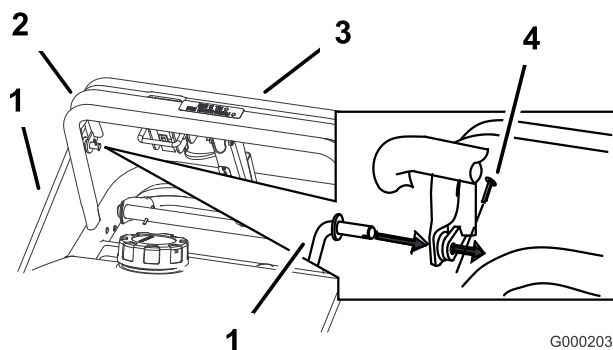

Figure 9
1. Montez les tiges de commande dans la barre de commande supérieure et la barre de commande des lames. Fixez les tiges de commande avec 2 goupilles fendues (Figure 9).